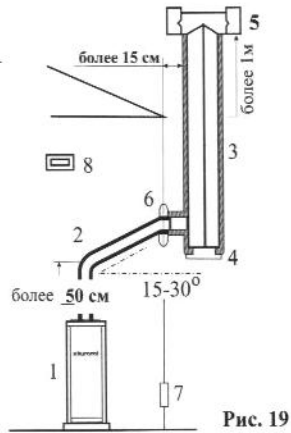

Рис. 19
8. Дымоход приставной (Рис. 19).
- 8.2. Приставной дымоход показан на рис. 19: